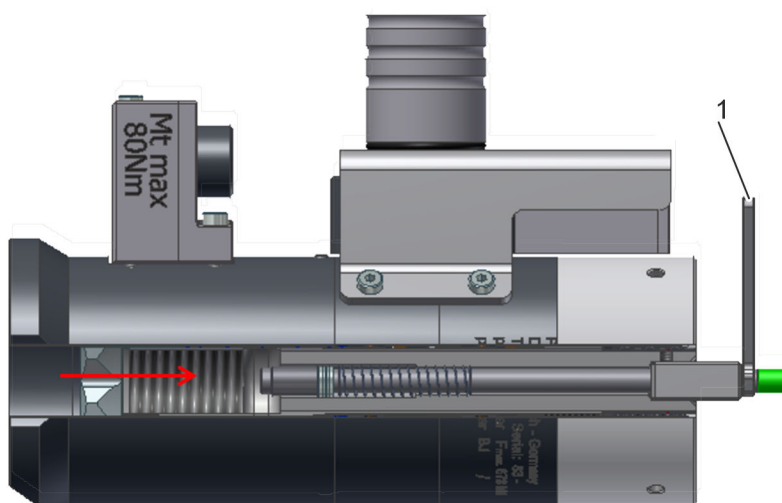

Fig. 18: Gennemføring af målepind
6. ➔ Før målepinden så langt igennem, at gaffelnøglen (str. 6) (Fig. 18/1) kan skubbes på målepindens nøgleflade.